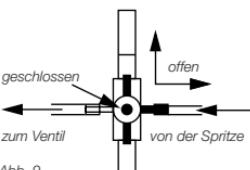

Abb. 9
- Dreiegehahn, wie in Abb. 9 gezeigt, drehen und Manometer auf mindestens 5 cmH₂O füllen.
- Den Dreiegehahn, wie in Abb. 9 gezeigt, drehen und das Manometer auf 10 cmH₂O über den erwarteten Ventilöffnungsdruck füllen (z. B. Es wird ein *paedGAV* mit 5 cmH₂O Öffnungsdruck untersucht. Das Manometer würde demnach auf 15 cmH₂O gefüllt werden).